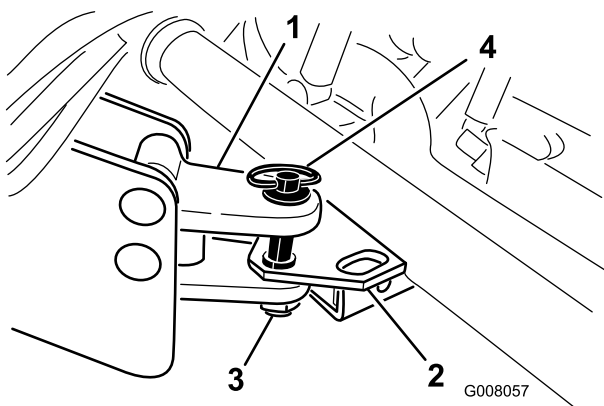

Рисунок 18
2. Отрегулируйте сцепное устройство установки переработки керна так, чтобы оно находилось на уровне сцепного устройства автомобиля (Рисунок 18).
3. Соедините сцепные устройства установки переработки керна и автомобиля с помощью пальца сцепного устройства и шплинта с кольцом (Рисунок 18).